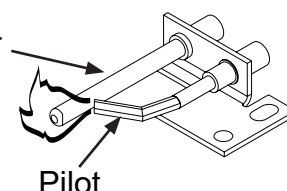

Fig. 34-2
1. La flamme pilote devrait encercler le bout de générateur, et est préréglée à l'usine (Fig. 34-2).